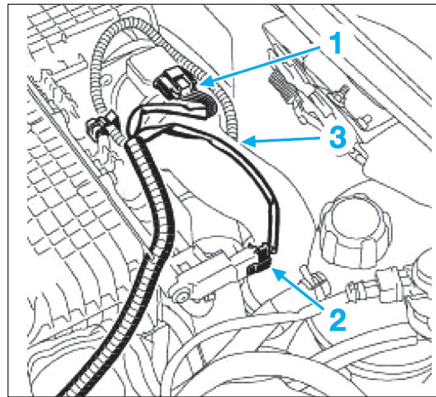
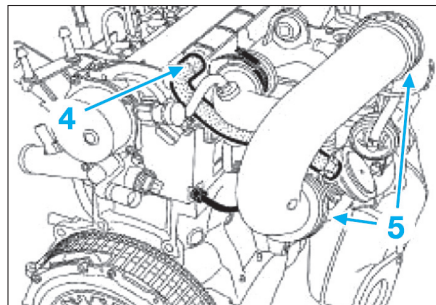

Fig. 61
Fig. 62
- Le connecteur (1) du débitmètre d'air (Fig.61),
- le connecteur (2) du capteur de pression de suralimentation,
- le connecteur (3) de l'électrovanne de recirculation des gaz d'échappement.
- Débrancher le tuyau de recirculation des vapeurs d'huile (4) du couvre-culasse (Fig.62).